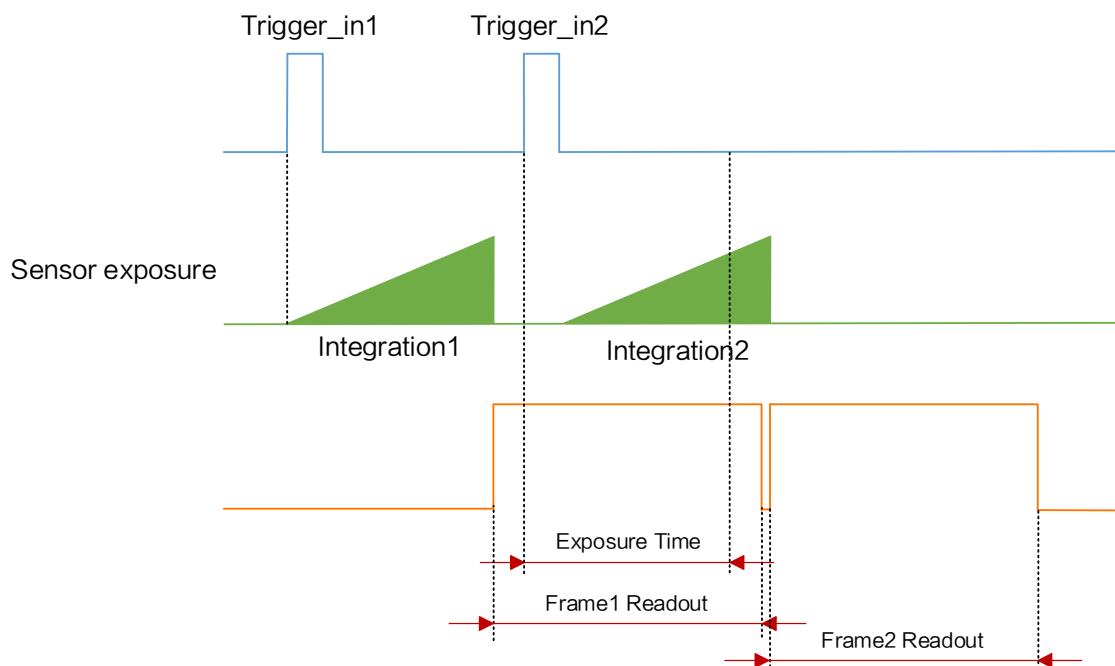

图8-16 第 2 帧曝光移动处理时序
- 若第 2 个触发信号第 1 帧图像的曝光结束时间早于相机当前第 1 个触发信号最后 1 帧出图时间，则相机内部会做处理，将第 2 个触发信号第 1 帧图像的曝光开始时间推迟，确保第 2 个触发信号第 1 帧图像的曝光结束时间不早于第 1 个触发信号最后 1 帧的出图时间，如图 8-16 所示。